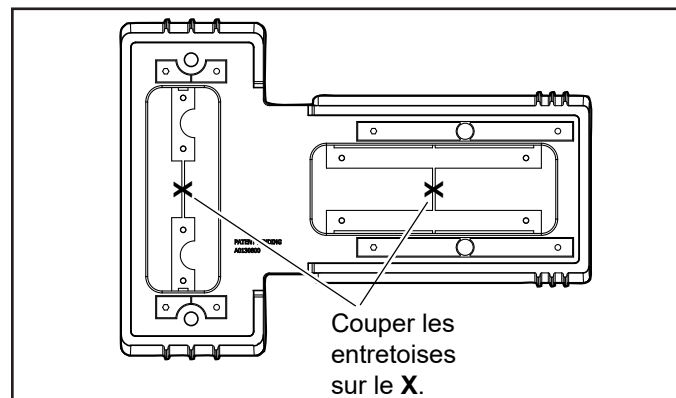
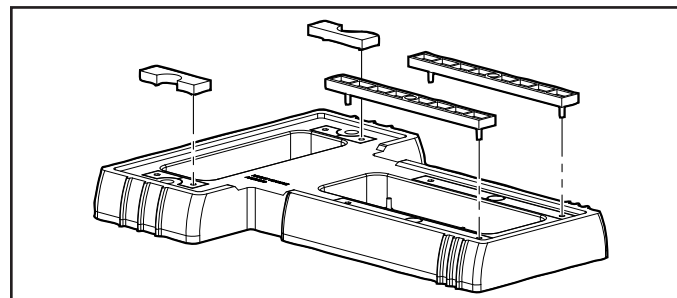

Figure 4. Découper les jeux d'entretoise de la base
Figure 5. Enclencher les entretoises en place
1. À l'aide d'une fraise, couper les barres en plastique reliant les jeux d'entretoises du haut et du bas comme illustré sur la figure 4.
2. Pousser les deux (2) entretoises du haut et les deux (2) du bas hors de la base.
3. Aligner les broches dans les quatre (4) entretoises avec les trous dans la base puis enclencher les entretoises en place, comme illustré sur la figure 5.